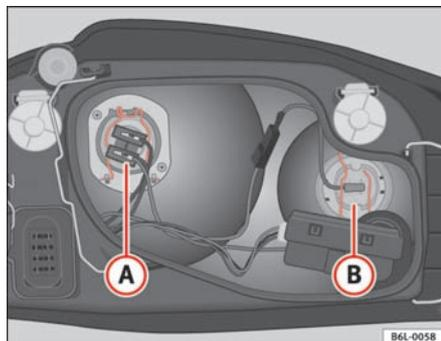

Fig. 153 Lámpara luz de carretera
- Extraiga el conector del cable de la lámpara (B) ⇒ fig. 153.